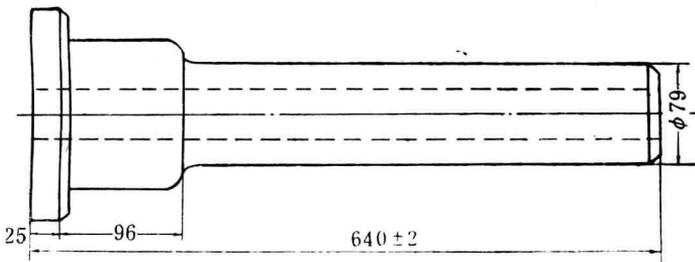

图20 机柱
96. 在C620机床上，粗、精车如图20所示的，用金属模手工造型铸成的，HT30-54，HB197~269的机柱，机床电动机功率7kW，试选择合理的切削用量，核算切削功率。